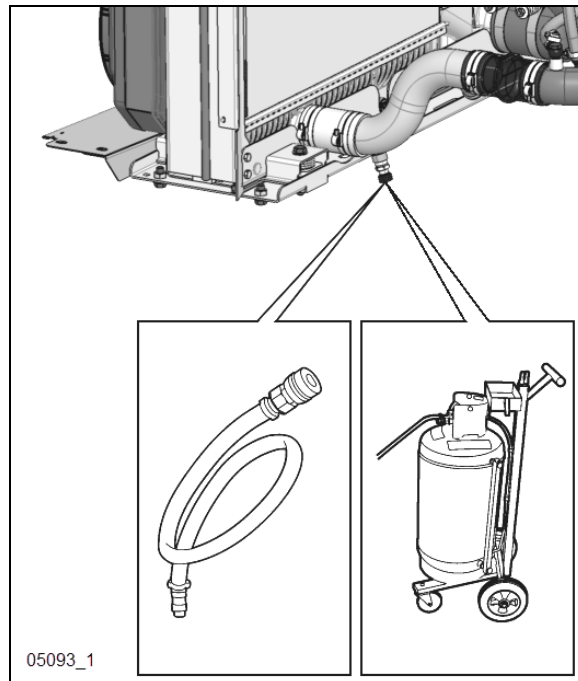

FIGURA 18: EXTRACCIÓN DE REFRIGERANTE
- Conecte el extractor de refrigerante (Figura 18). Utilice el extractor de refrigerante para drenar el refrigerante del motor. Un método alternativo es drenar el refrigerante dentro de un contenedor adecuado utilizando la manguera de drenado.